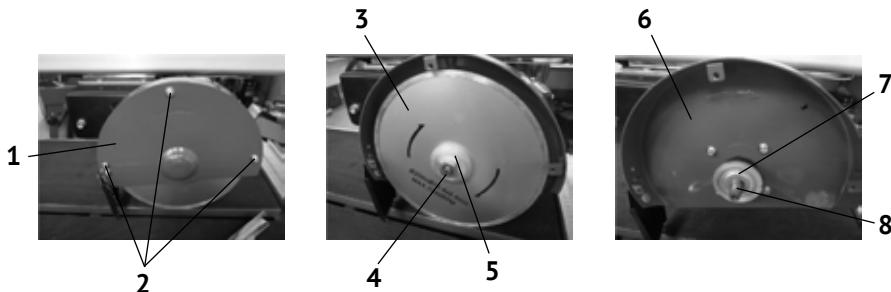

рис.3
3.3 Замена (установка) отрезного круга (см. рис.3):
- снять крышку кожуха (рис.3 поз.1), открутив три винта (рис.3 поз.2);
- удерживая одним ключом вал якоря (рис.3 поз.8) вторым ключом открутить зажимную гайку (рис.3 поз.4);
- снять прижимной фланец (рис.3 поз.5) с вала якоря двигателя (рис.3 поз.8);
затем снять отрезной круг (рис.3 поз.3) с опорного фланца (рис.3 поз.7);
- очистить (при замене) опорный и прижимной фланцы, вал якоря и кожух защитный (рис.3 поз.6);